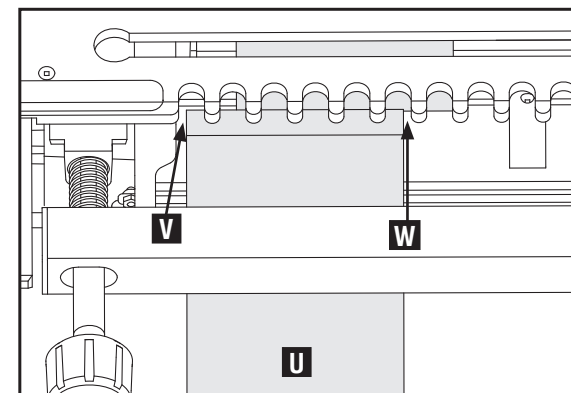

Fig. F10
8. Faites glisser le hayon (tiroir de côté) (U), Fig. F10, jusqu'à une position verticale et avec la surface extérieure faisant face au gabarit de montage et affleurant le gabarit au-dessus. Centrez et immobilisez le hayon aussi à gauche que possible, comme indiqué à Fig. F10. Assurez-vous que l'ouverture en (V) est affleurant à l'ouverture en (W).